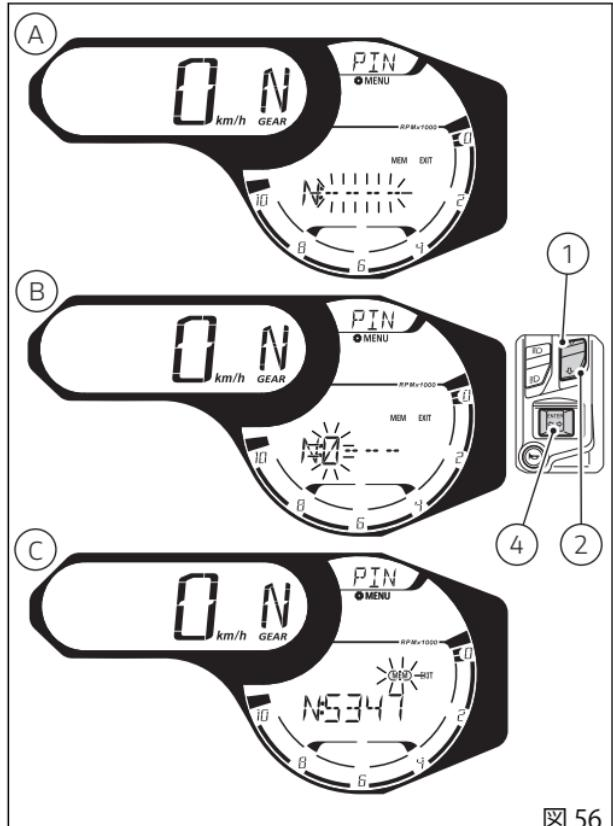

図 56
ボタン(4)を押して最後の桁を決定すると、"MEM"(C、図56)の文字枠が点滅します。
- "MEM"(C、図56)を選択(枠が点滅)してボタン(4)を押すと、新しいPIN CODEが保存されます。インストルメントパネルは"MEM OK"を2秒間表示し、続いて"EXIT"の文字枠を点滅させます。ボタン(4)を押して終了します。